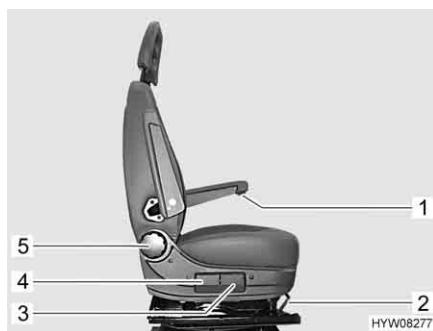

Fig. 12 Elementi di comando al sedile (esempio Fiat)
- Tirare la staffa (Fig. 12,2) verso l'alto.
- Tirare la maniglia (Fig. 12,3) verso l'alto.
- Tirare la maniglia (Fig. 12,4) verso l'alto.
- Ruotare la rotella zigrinata (Fig. 12,5). A seconda della direzione di rotazione lo schienale si muove in avanti o indietro.
- Ruotare la rotella zigrinata (Fig. 12,1). A seconda della direzione di rotazione il bracciolo si muove verso l'alto o verso il basso.